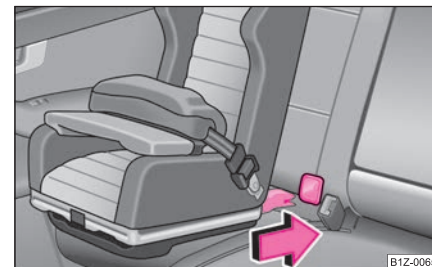

Fig. 129 Les sièges pour enfants ISOFIX sont insérés dans les ergots déjà montés
- Poussez les bras de fixation du siège pour enfant au-dessus des ergots déjà montés dans les œillets de retenue jusqu'au déclic ⇒ fig. 129.